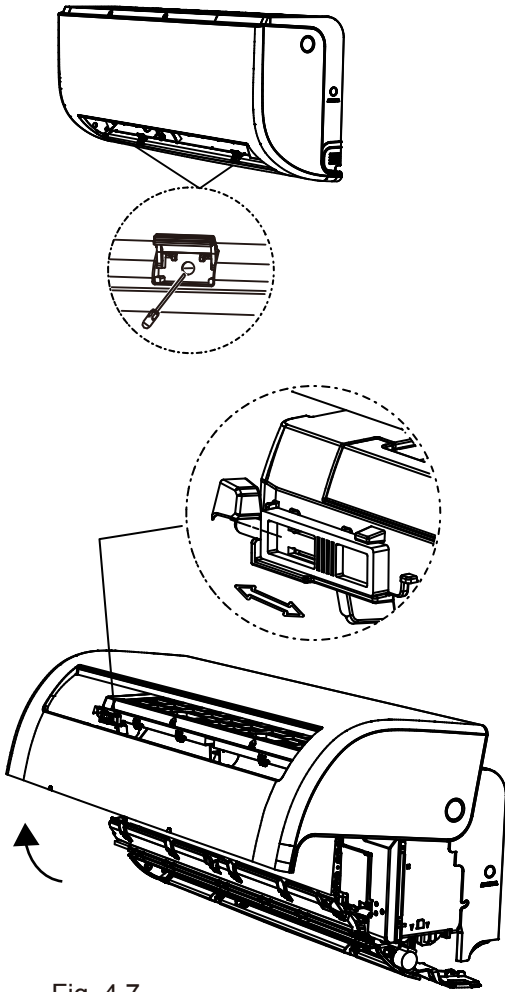

Fig. 4.7
2. Desenrosque los dos tornillos que se muestran en la siguiente figura, luego abra el panel y fije la posición del panel con el cierre (vea la Fig. 4.7).